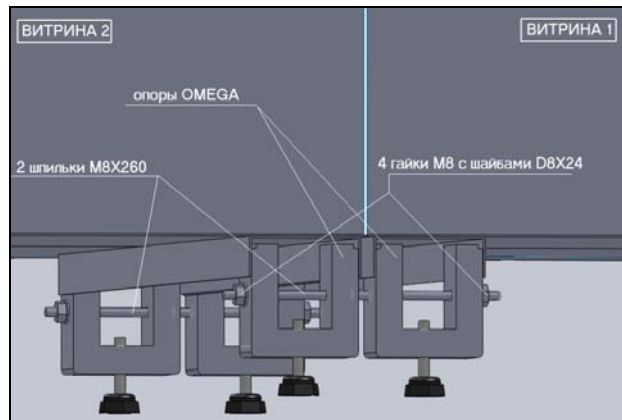

рис. 5
4. Стянуть опоры витрин 2-мя шпильками М8Х260 и гайками М8 (через шайбы М8Х24) через отверстия в опорах (рис.5).
**ВНИМАНИЕ! Заднюю шпильку ставить только если суперструктура односторонняя!!; Во всех остальных случаях стыковку сзади снизу производить путем стяжки через отверстия в траверсах (рис. 5)**